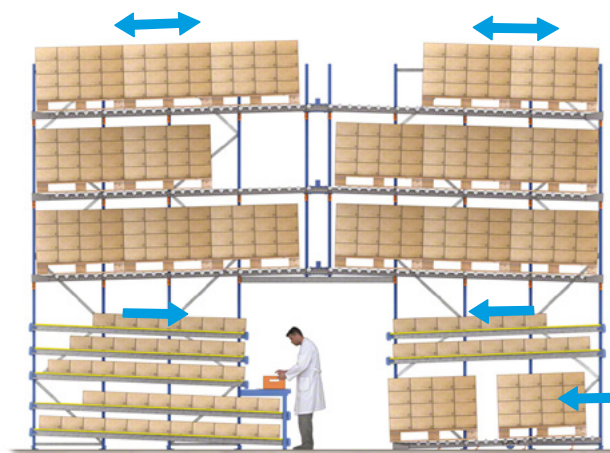

Figura 2
2. **Varios niveles de picking dinámico en el nivel inferior**, que pueden abastecerse tanto de palets procedentes de los niveles superiores, como de cajas extraídas previamente de dichos palets (figura 2).